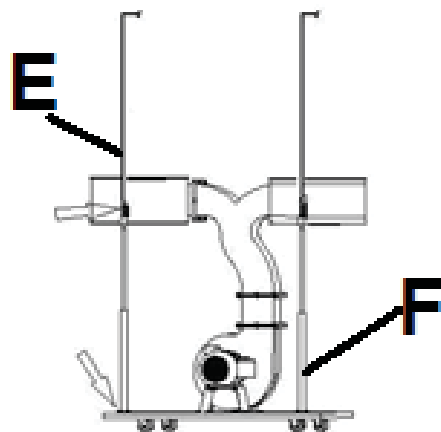

Рис. 8
- Установите два держателя мешков (F) и два кронштейна (E), как показано на рис. 8.